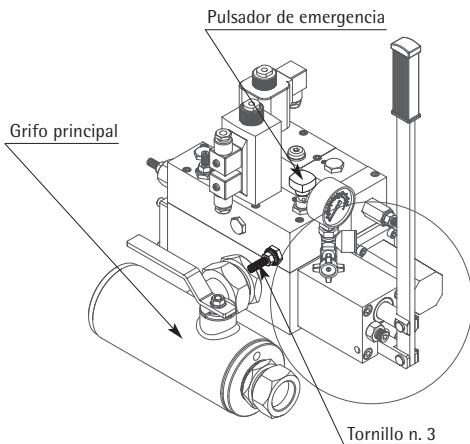

Fig. 26 Tarado de la contrapresión del émbolo
- Para tarar la contrapresión proceder de la manera siguiente (ver Fig. 26):